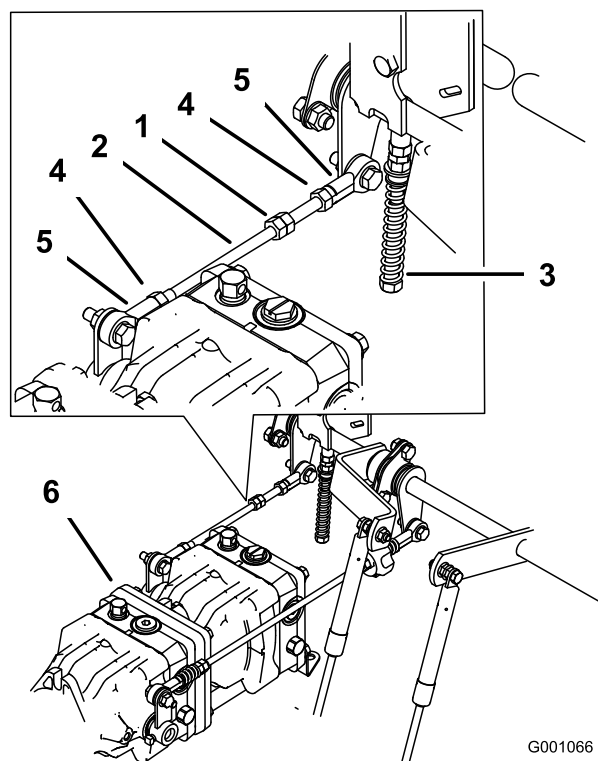

Figura 96
1. Allentate i dadi di bloccaggio ai giunti a sfera dell'asta di comando della pompa (Figura 96).
3. Regolate la lunghezza dell'asta della pompa facendo girare nella direzione opportuna i due dadi sull'asta, finché la ruota si ferma o si sposta leggermente indietro (Figura 96).
6. Serrate i dadi di bloccaggio dei giunti a sfera (Figura 96).